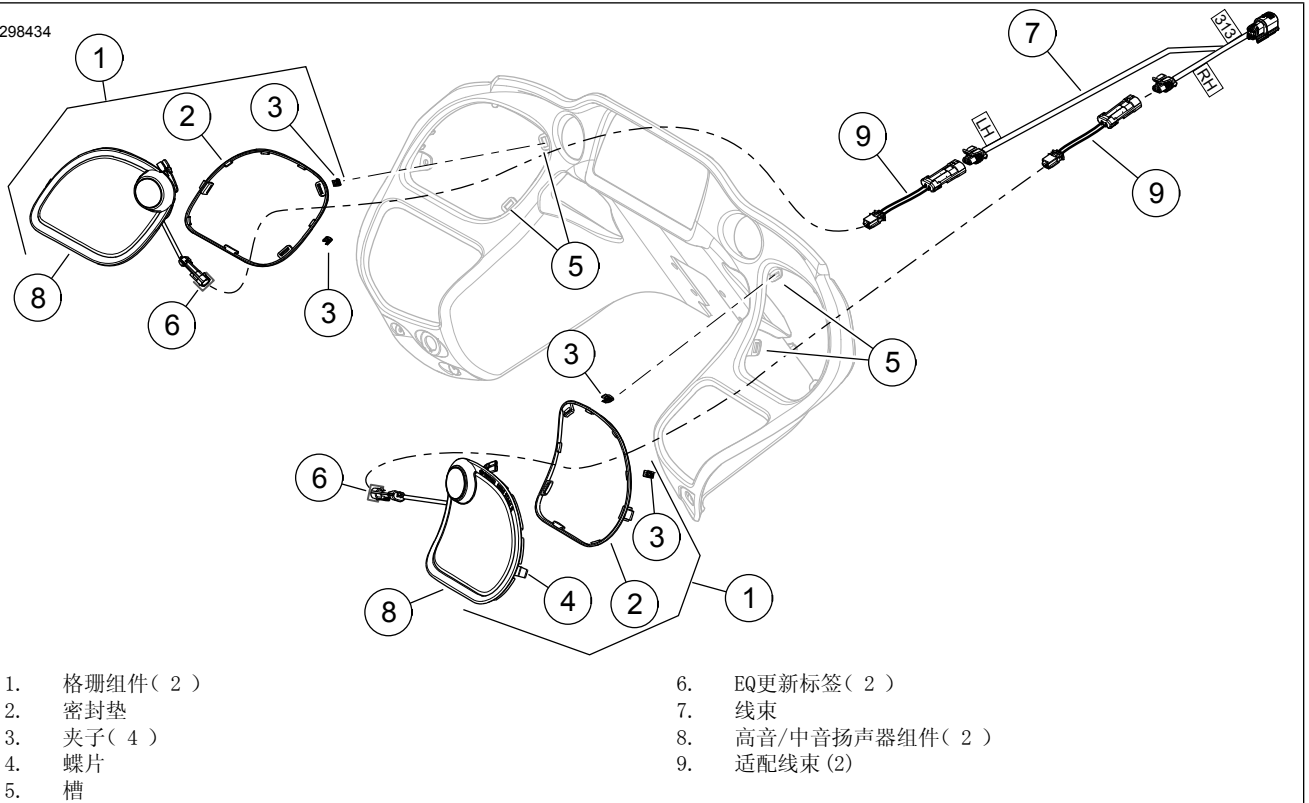
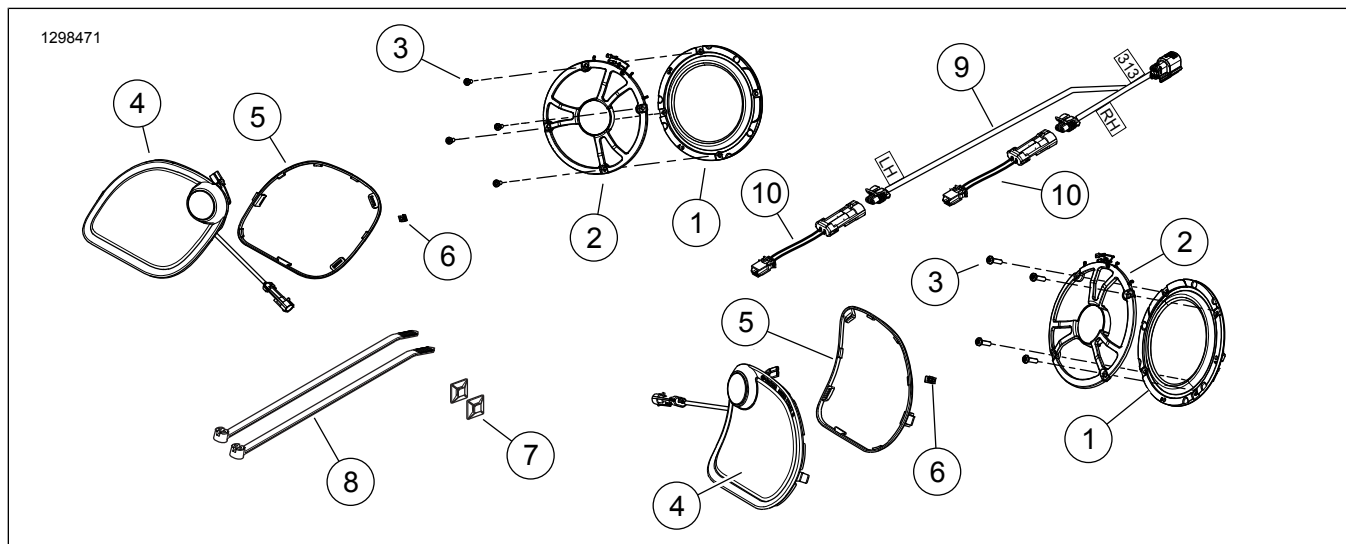

图2。高音/中音扬声器与格栅
图4。维修零件：BOOM! AudioStage II挡风板扬声器套件（FLTR）
参见图4和表1。
5. 参见图2。安装格栅组件(1):
7. 参见图2。所有车型：在内侧挡风板内侧定位线束(7)。
此套件中标识的扬声器需要适配器线束(9)图2或适配器线束(10)图4，但并非所有车型都需要。某些扬声器和线束组合可能具有不同的线束连接。使用适配器(69200925)解析连接。
9. 参见图4。从套件中添加适配器线束(10)。
10. 参见图2。将适配器线束与线束(7)配合。